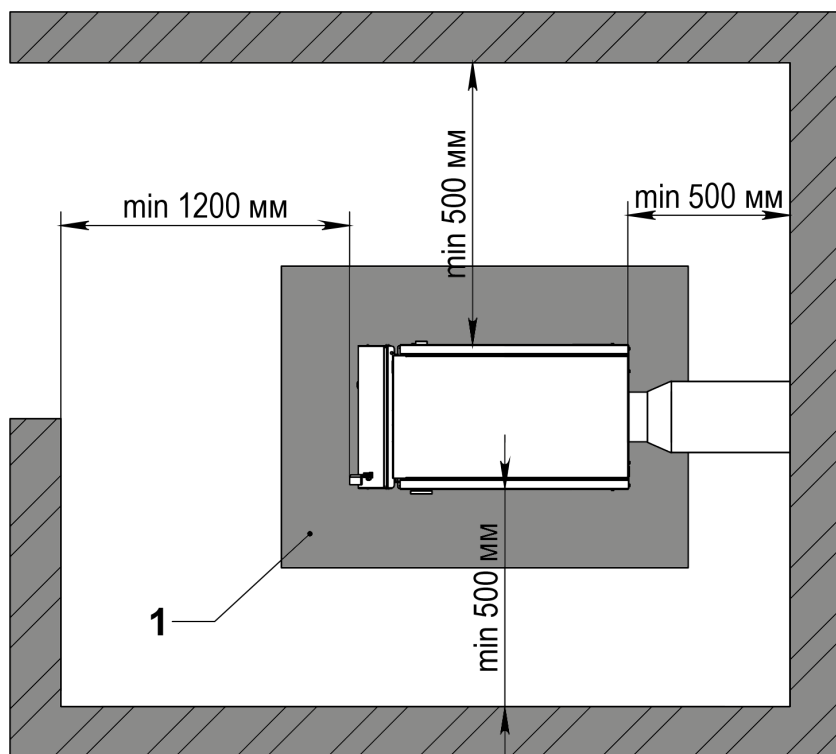

Рис. 3 Установка котла
6. Расположение котла в котельной с учетом пространства на обслуживание котла показано на (рис.3);